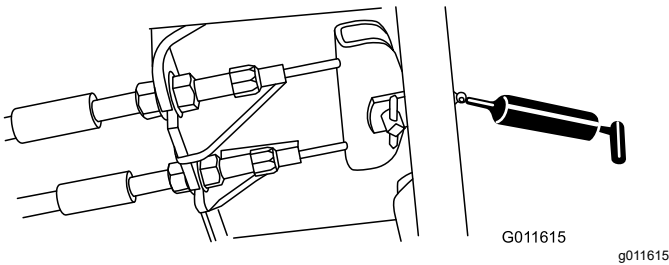

Рисунок 72
- Педаль тормоза (1 шт.) (Рисунок 72)